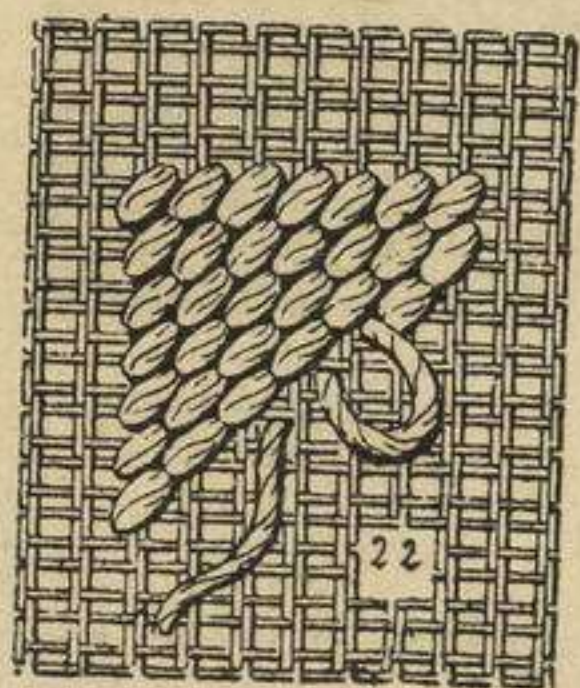

Fig. 13.—Punto de pespunte.
**PUNTO DE AUBUSSON.**— Se hace este punto al sesgo, bajando de derecha á izquierda, como el punto de respunte, fig. 13. Hay que tomar una vez dos puntos y otra uno. En la hilera siguiente se contrarian los puntos, haciendo los grandes al lado de los pequeños, y viceversa.